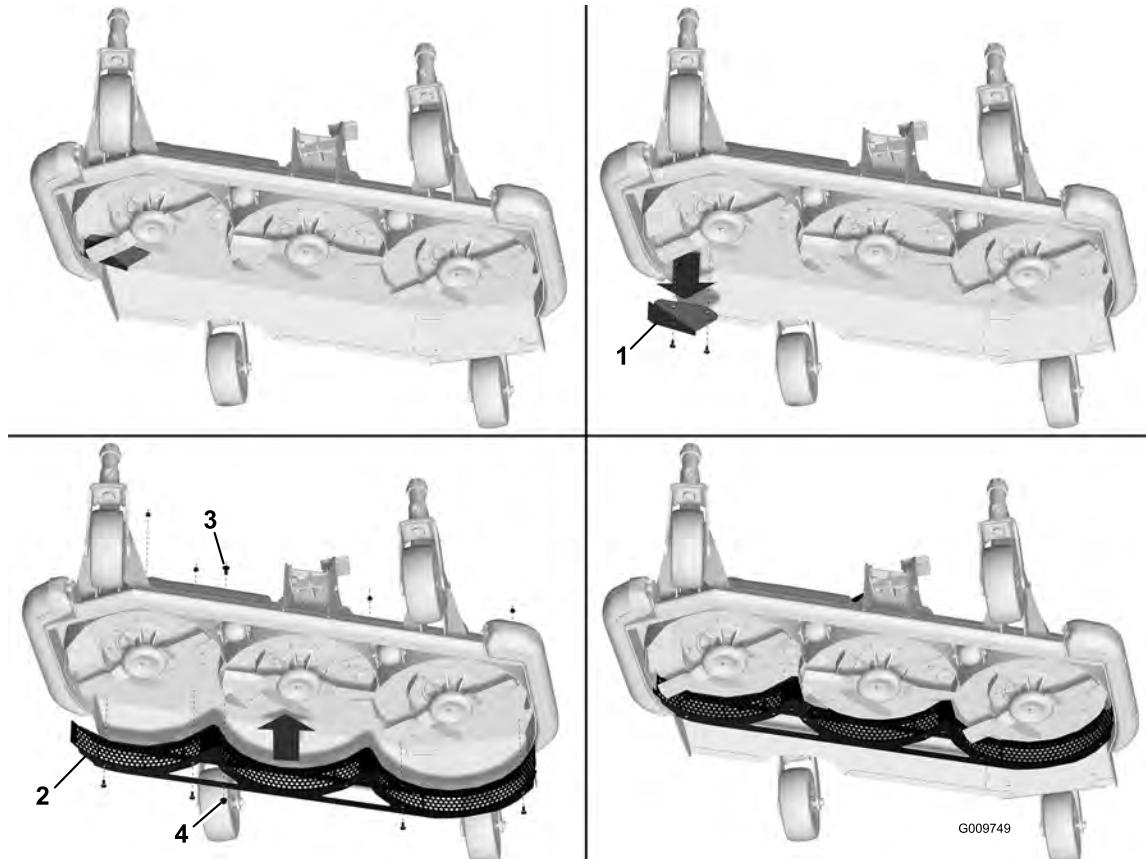

Bild 2
1. Entfernen Sie das Ablenkblech rechts am Mähwerk (Bild 2). Bewahren Sie das Ablenkblech und die Befestigungen für den erneuten Einbau des Mähwerks auf, wenn Sie das Laubmulchkit entfernen.
2. Befestigen Sie ein seitliches Ablenkblech am Mähwerk und fluchten Sie es mit den Befestigungslöchern aus (Bild 2).